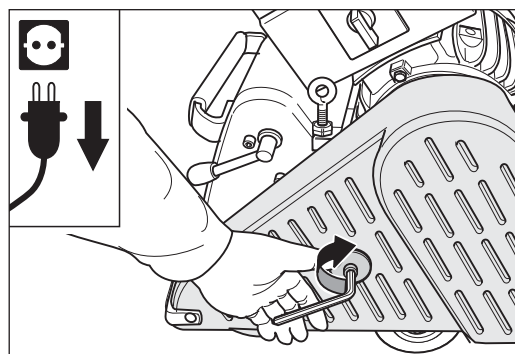

Abb. 56 Den Riemenschutz schließen.
- 8 Schließen Sie den Riemenschutz (Abb. 56).